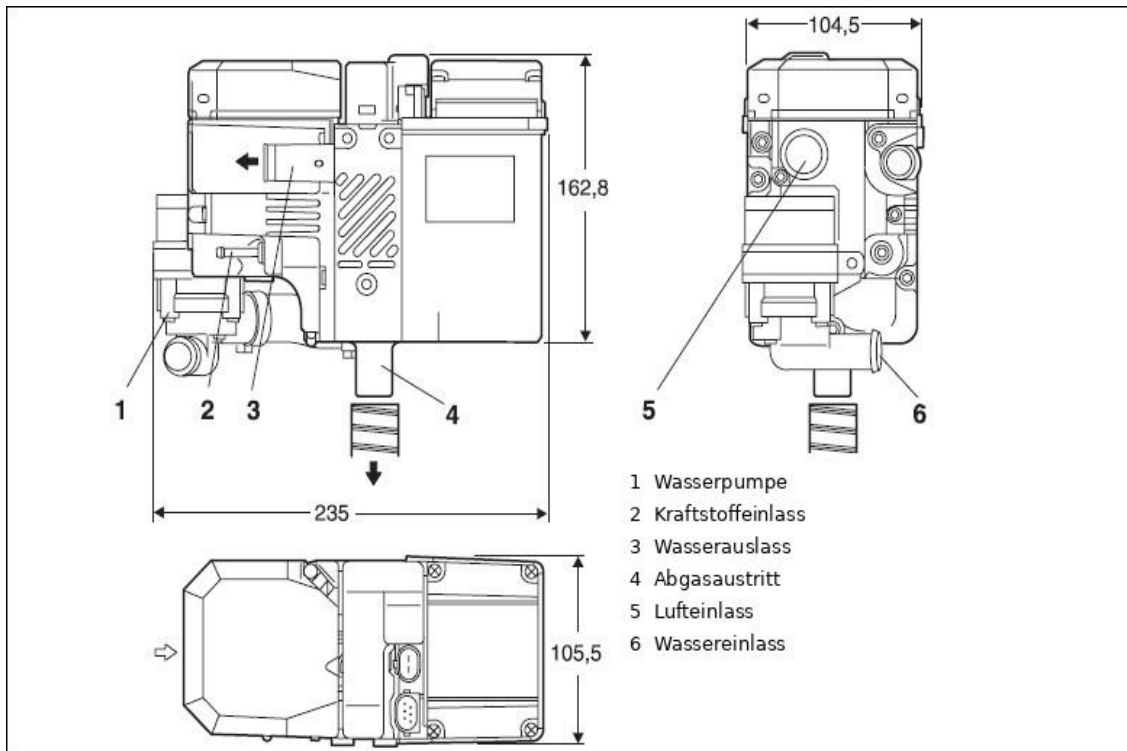

Abbildung 4
- 6.2.6 Bei der Installation drehen Sie bitte die vier mitgelieferten M6-Muttern fest. Das Drehmoment für die Befestigung des Heizgerätes muss 6 Nm betragen. Die Position der Montagelöcher ist in Abbildung 4 dargestellt.